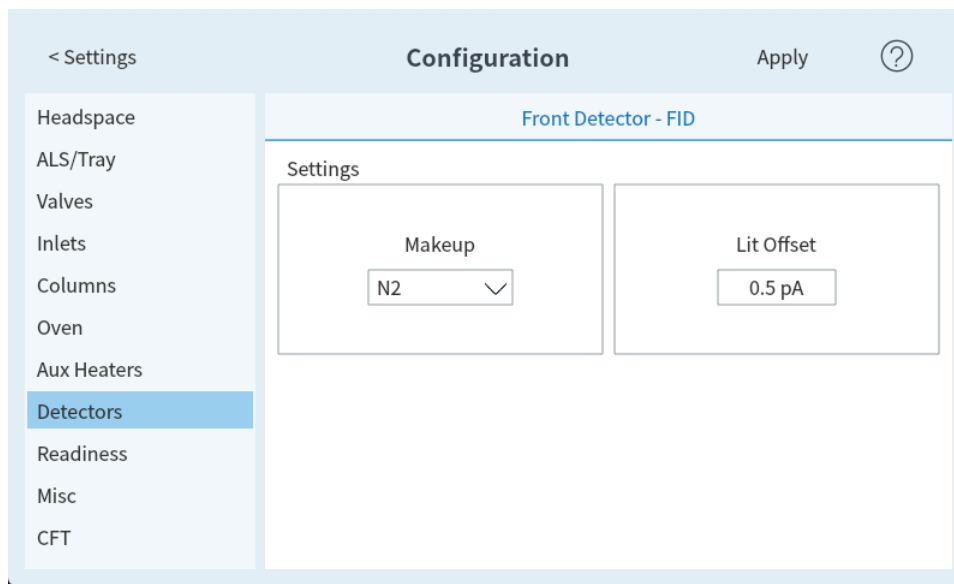

Figura 66. Página de detectores
1. Seleccione **Ajustes (Settings) > Configuración (Configuration) > Detectores (Detectors)**, y seleccione la pestaña del detector que desee configurar. Consulte la Figura 66.